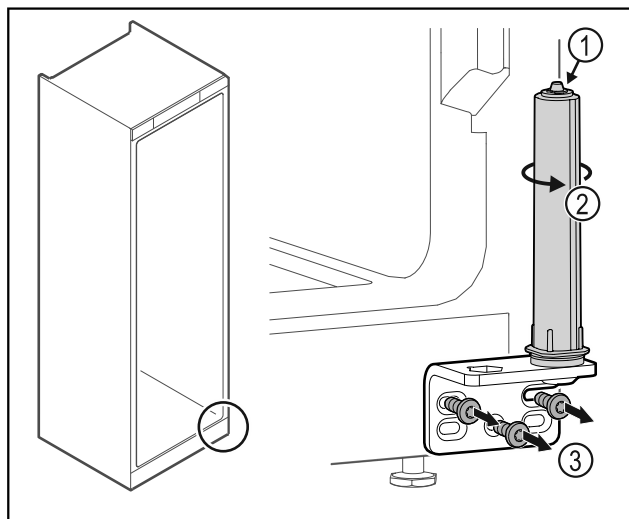

Fig. 45
- ▶ Systemu blokującego drzwi Fig. 45 (1) nie należy demontować.
- ▶ System blokujący Fig. 45 (2) obrócić do momentu, aż kliknie.
- ▶ Odkręcić zawias Fig. 45 (3).